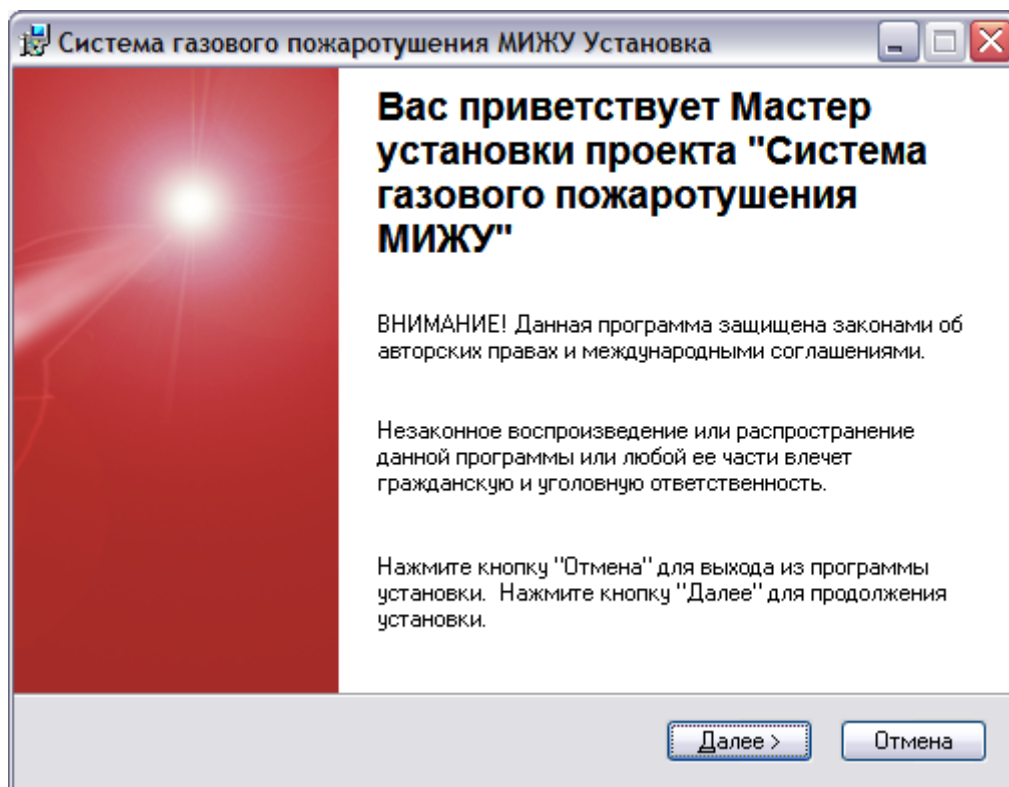

Рисунок 10 - Начало установки проекта системы газового пожаротушения МИЖУ
- 8) Установка проекта системы газового пожаротушения МИЖУ (рисунок 10).